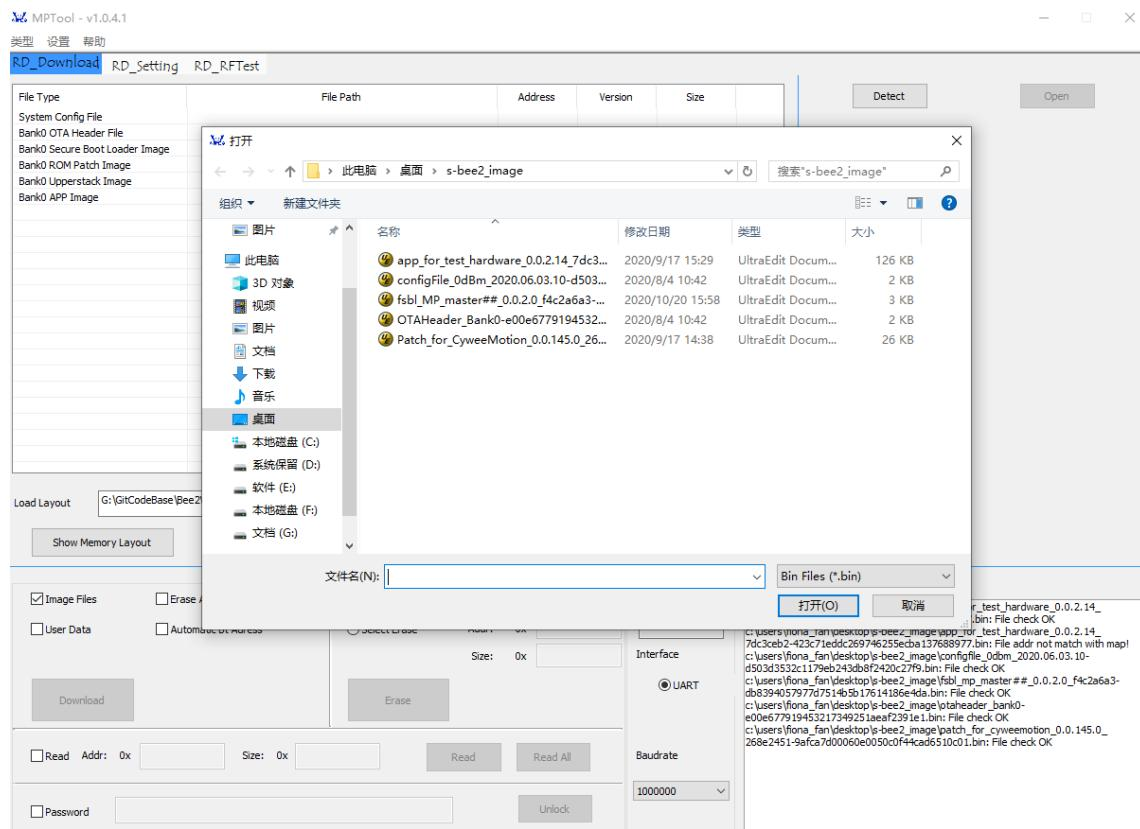
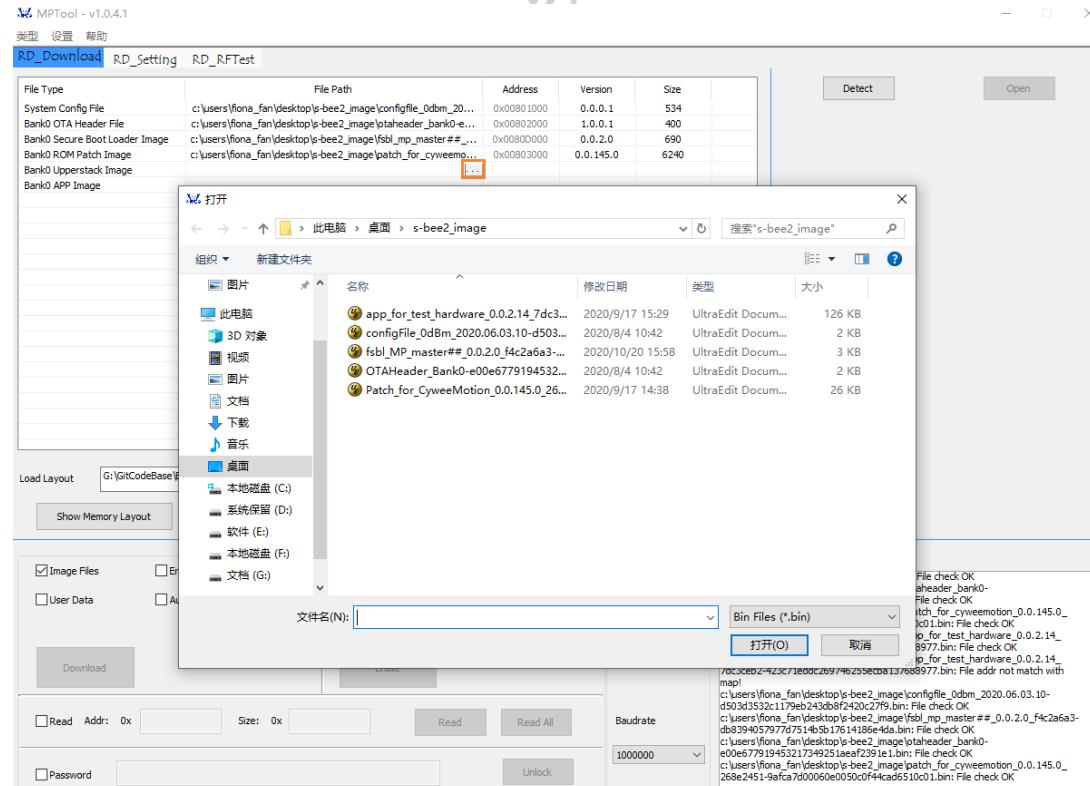

图 8-10 批量导入镜像文件
图 8-11 单个导入镜像文件
4) 点击“Browse”按钮批量选择镜像文件或者在 listBox 中的 file path 栏下双击选择对应的镜像文件，如图 8-10 与图 8-11 所示；不切 bank 时需要添加 config、OTA Header、secure boot、patch、app、appdata 等文件，切 bank 时下载 config 与 bank0 中对应文件，不需添加 secure boot 文件。